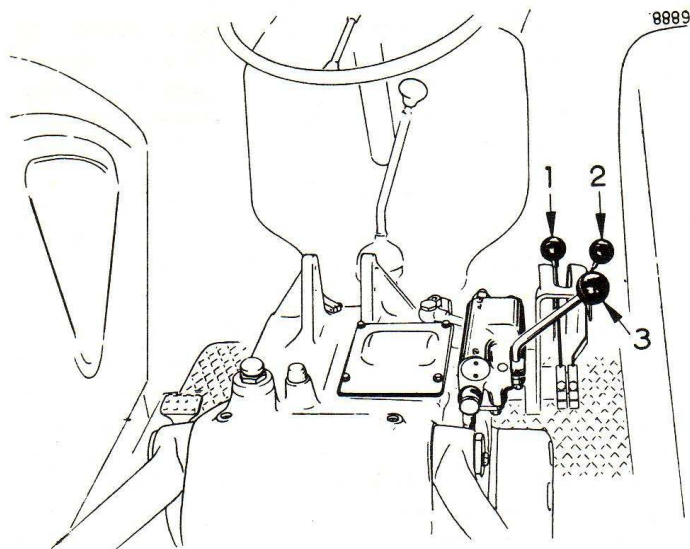

Fig. 88. - 1. Levier de position du tracteur -
Le relevage hydraulique du tracteur est actionné à l'aide des leviers (1 et 2) fig. 88, le chargeur frontal à l'aide du levier de contrôle de la valve auxiliaire (3).